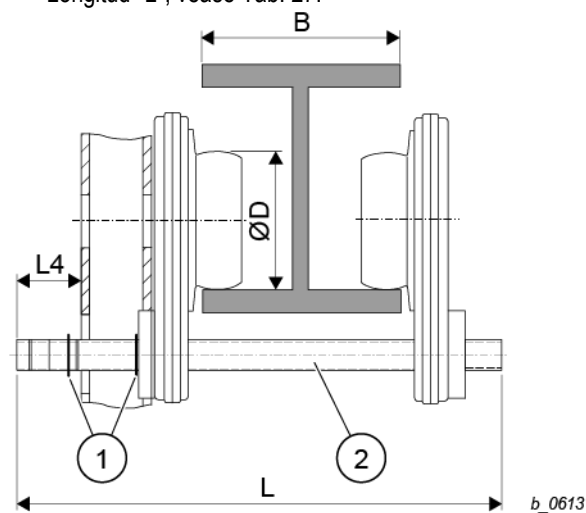
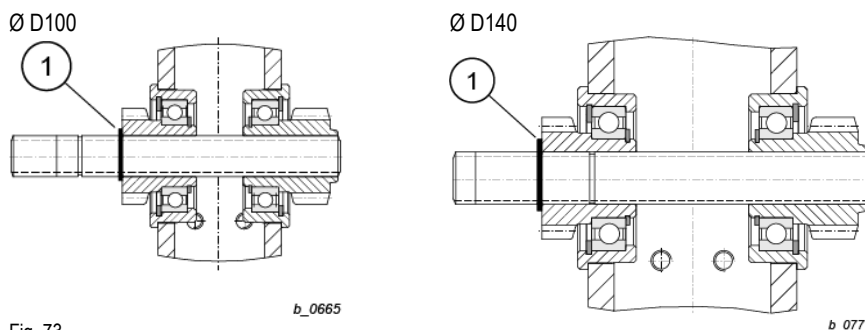

Fig. 72
Fig. 73
- Montar los anillos de seguridad (1) según Fig. 72 y Fig. 73 según.